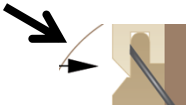

Figure 3
- Pour les profils réguliers à rainure (déclin, gorge, v-joint, ranch, etc.) de 4" et 6", à clous apparents, utiliser 1 clou par planche – (**figure 3**).